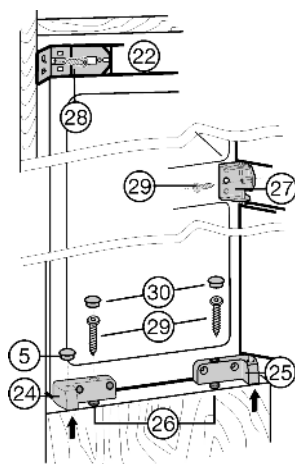

Fig. 15
- ▶ Apparaat boven bevestigen: apparaat aan de kastwand drukken en met spaanplaatschroef Fig. 15 (28) door de bevestigingshoek Fig. 15 (22) vastschroeven.
- ▶ Apparaat in het midden vastzetten: door bevestigingsschroef Fig. 15 (27) met spaanplaatschroef Fig. 15 (29).
- ▶ Apparaat onder vastzetten: met spaanplaatschroeven Fig. 15 (29) door stelschroeven Fig. 15 (26) in het lagerblok Fig. 15 (24) en lagerblok Fig. 15 (25).